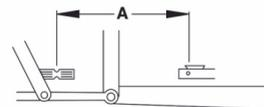
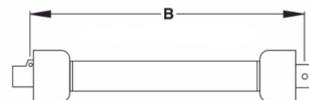

Рис. 2. Габариты агрегата.
Рис. 3. Габариты карданного вала.
4. Измеряйте расстояние (А) между запирающими пазы на ВОМе трактора и входном валу агрегата (Рис. 2).
2. Отнимите от величины длины вала (В) (Рис. 3) величину длины (А) (Рис. 2), т. е. (В - А). Полученная разница определяет, насколько длиннее вал.
- Быстроразъемный штифт (Рис. 3а): вдавите штифт и одновременно наденьте карданный вал на ВОМ или ВПМ до полного замыкания штифта.
- Затворный или пружинный предохранительный замок (Рис. 3б): частично наденьте вилку на ВОМ или ВПМ, потом сдвиньте кольцо замка назад. Затем продолжайте надевать вилку на ВОМ или ВПМ, пока кольцо не защелкнется в закрытое положение.
- Автоматический замок (Рис. 3с): подвиньте кольцо назад, пока кольцо не заблокируется в задней позиции. Затем продолжайте надевать вилку на ВОМ/ВПМ, пока кольцо не защелкнется в закрытое положение.
- Зажимной болт (Рис. 3д): выкрутите болт из концевой вилки. Наденьте вилку на ВОМ или ВПМ и закрутите болт с гайкой (гайка должна следовать направлению вращения). Гайка должна быть достаточно затянута.
- Быстроразъемный штифт (Рис. 3а)
- Затворный или пружинный предохранительный замок (Рис. 3б)
- Автоматический замок (Рис. 3с)